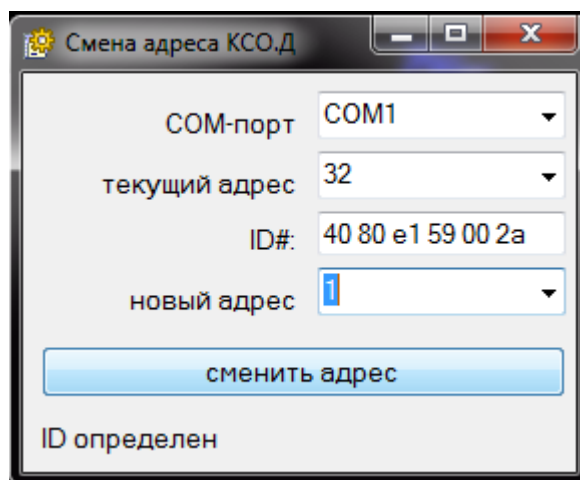

Рис. 20
4) Ввести в поле «Текущий адрес» заводской адрес КСО.Д (исп.485) – 32, при этом в поле «#ID» появится уникальный 12-тизначный ID-номер КСО.Д. В поле «новый адрес» ввести новый адрес КСО.Д и нажать кнопку «сменить адрес» (см. рисунок 20).